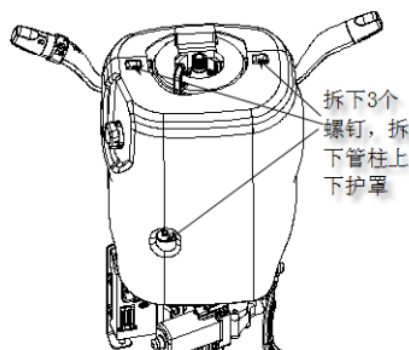

图 3-5
①用十字起松开下护罩的三个安装螺钉，然后分离上下护罩。如图 3-5 所示。